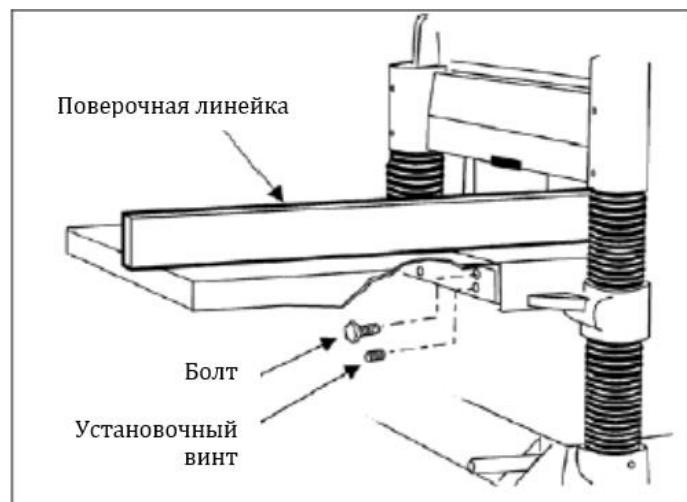

Рис. 7
1. Закрепить чугунный стол на кромке главного стола тремя болтами M8 x 25 (рис. 7). Не затягивать полностью.